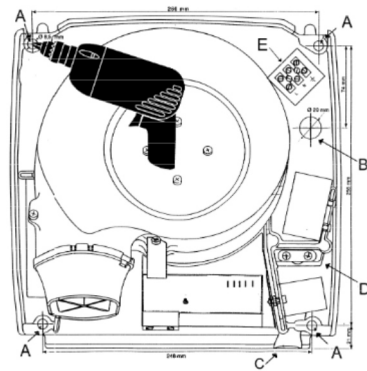

Fig. 1
- ❶ Befestigung der Bohrschablone (Fig. 1) in Waage an der Wand mit Selbstklebeband.
- ❷ Zeichnung durchbohren im Zentrum der Markierungen "A" (4 Löcher). Bohrlochgröße passend für Dübel für 8 mm Schrauben.
- ❸ Dübel in Bohrlöcher versenken und die Montageplatte mittels 8 mm Schrauben gut befestigen.
- ❷ Zeichnung durchbohren im Zentrum der Markierungen "A" (4 Löcher).
- ❸ Die Montageplatte mittels 8 mm Schrauben an der relevanten Fläche gut befestigen. Für Gipswände entsprechende Dübel verwenden.
- ❶ Bei direktem Elektroanschluss mit Unterputzkabel oder Kabeldose direkt hinter der Geräte-Montageplatte erfolgt Kabelführung durch das Loch "B" (Fig. 1) in der Montageplatte mit Anschluss an der Anschlussklemme "E". Anschluss mit 3 Adern mit Querschnitt von min. 1,5 mm² pro Leitung, empfohlene Länge 150 mm (7 mm abisoliert).